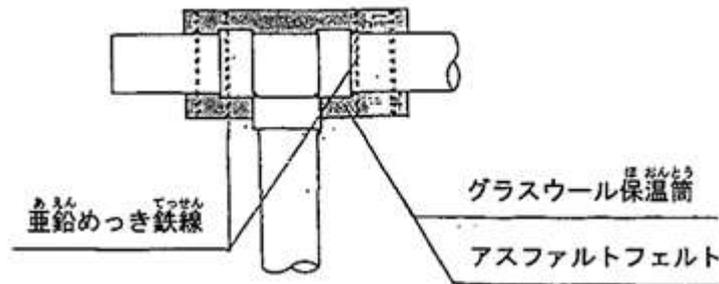

図4 A部 詳細図
(1) A部 (防露作業)
A部は、図4及び次の①、②に従って、防露作業を行います。
- ① グラスウール保温筒は、次のa)~c)に従って、取り付けます。
- c) 保温筒は、詳細図(図4)に示すように水平部分4箇所をφ0.8mmの亜鉛めっき鉄線で、2重巻きにして締め付けます。